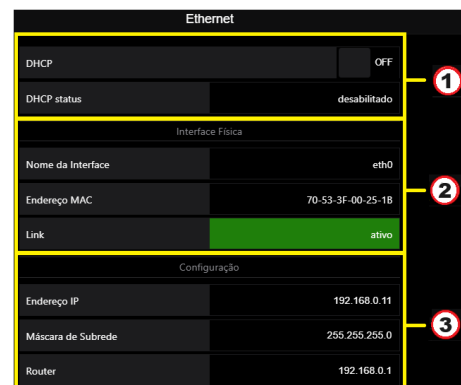

Figura 55 – Página de configuração Ethernet via Alfa Web Monitor
No primeiro bloco da Figura 55 há a possibilidade de configuração automática dos parâmetros da interface ethernet (endereço IP, máscara de subrede e router) através do protocolo DHCP (*Dynamic Host Configuration Protocol*). Para realizar esta configuração basta ativar a chave DHCP e aguardar o retorno do servidor DHCP. Com a correta atribuição automática de IP e parâmetros, é possível verificar o novo IP de entrada no Alfa Web Monitor navegando no menu do dispositivo através de seu teclado próprio. Nota: Para utilizar o DHCP é necessário estar disponível na rede um servidor DHCP responsável por conceder e controlar os endereços IP e os dispositivos desta rede.
Alternativamente à configuração automática via DHCP, o usuário pode definir as configurações da porta Ethernet por meio de um IP fixo definido. No item 3 sinalizado na Figura 55 (Figura 55) é possível ao usuário redefinir estes parâmetros. Nota: Ao realizar a troca dos parâmetros de conexão o Indicador perde a comunicação com aquela sessão, sendo necessário reconfigurar a conexão entre o PC e o Indicador ou alterando o endereço IP de entrada no browser.